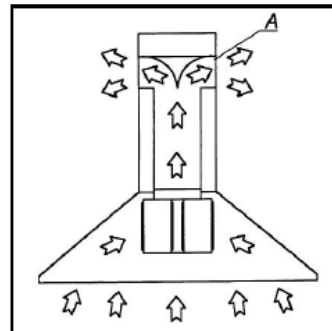

Fig.2
VERSION FILTRANTE (Fig.2) (En option) : Évacue les fumées et les odeurs aspirées recyclées normalement de nouveau à l'intérieur du local (A). Cette option est généralement utilisée lorsqu'il n'y a pas de possibilité d'évacuation vers l'extérieur.